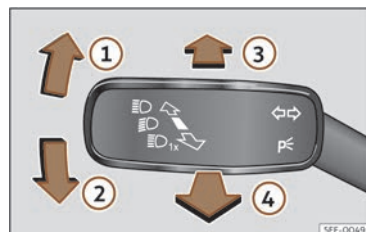

Fig. 80 Palanca dels intermitents i de llum de carretera (segons les versions).
- Des de la posició base, premeu cap endavant la palanca dels intermitents i llum de carretera >>> **fig. 80 (3)**.
- **O BÉ:** si l'assistent de llum de carretera està connectat, estireu cap enrere la palanca dels intermitents i de llum de carretera >>> **fig. 80 (4)**.